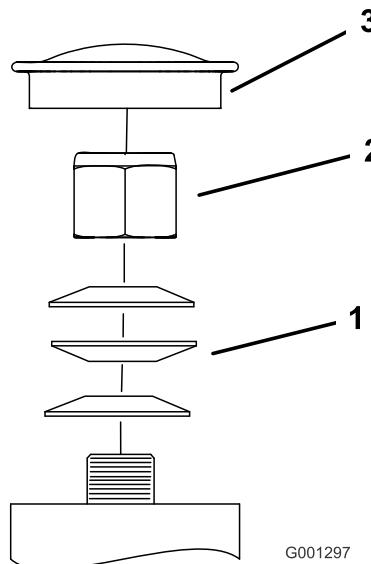

Figure 46
- Retirez le capuchon anti-poussière de la roue pivotante et serrez le contre-écrou (Figure 46).
- Continuez de le serrer jusqu'à ce que les rondelles élastiques soient aplatis, puis desserrez-le de 1/4 de tour pour obtenir la précharge correcte des roulements (Figure 46).
Important: Veillez à placer les rondelles comme illustré (Figure 46).
- Remettez le capuchon anti-poussière en place (Figure 46).